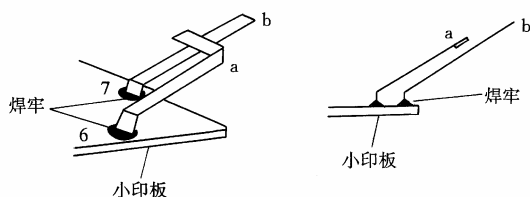

图 1-9
(9) 按图 1-9 所示, 将 a、b 两种形状的弹性铜皮组件分别焊牢在 KD-482I 小印制电路板的相应位置上(即触发开关 S 的两个接点处)。其中, a 形铜皮件焊在 6 接点处; b 形铜皮件焊在 7 接点处。a 形铜皮件 90° 折弯部分应位于 b 形铜皮件的上方(见图 1-9 之左图), a、b 形两个铜皮件之间的间隔大约 1~3mm, 既不能相碰接触, 间隙也不能太大(见图 1-9 之右图)。